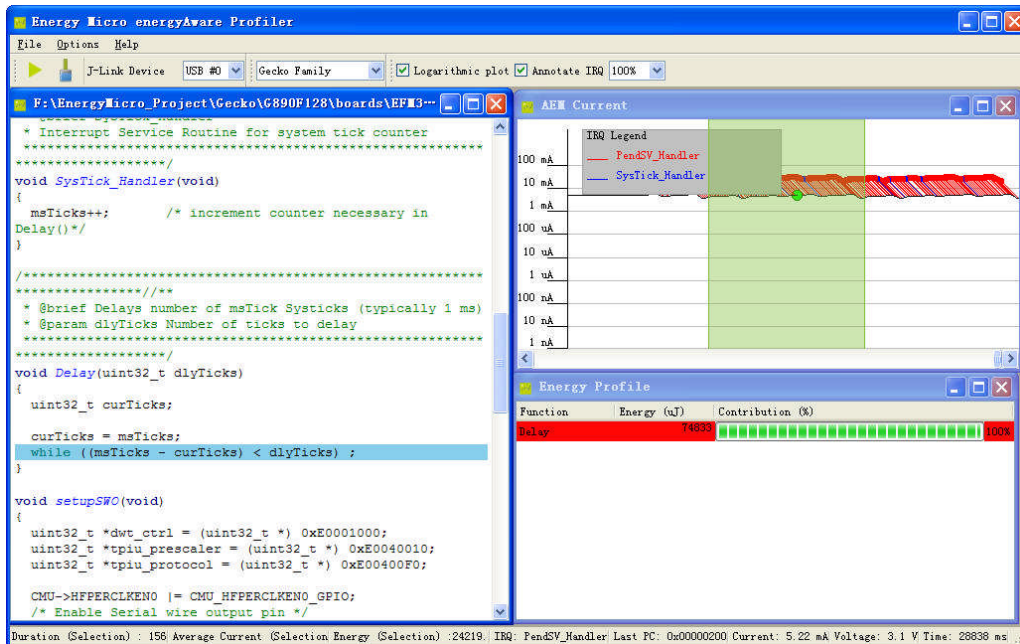

图 2 AEM 运行结果
(4) 编译工程代码，在工程目录\iar\Debug\Exe 文件夹下将输出“Blink.out”文件，该文件是用于 energyAware Profiler 软件加载的 Obj 文件。
(5) 打开 energyAware Profiler 软件的菜单 File->Load Object File，在弹出的文件打开对话框中选中 Blink 工程路径\iar\Debug\Exe 路径下的 Blink.out 文件。
(6) 点击工具栏“Start AEM Sampling”按钮，启动 AEM 采样，在“AEM Current”窗口将实时显示 MCU 的功耗电流，在实时显示的曲线中双击某一点，在界面的左边将显示当前该功耗点对应的执行源代码，在“Energy Profile”窗口将显示对应代码的函数所消耗的功，如图 2 所示。